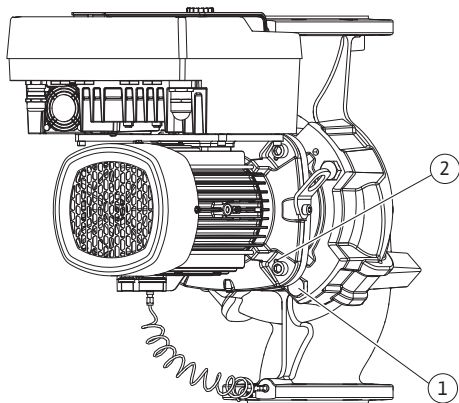

Fig. 104: Wypchnięcie głowicy silnika przez gwintowane otwory (DN 100 ... DN 125)
23. Zdjąć głowicę silnika z korpusu pompy. W tym celu należy wykorzystać dwa gwintowane otwory (patrz Fig. 104, poz. 1).
33. W celu wypchnięcia głowicy silnika z korpusu pompy należy wykorzystać znajdujące się obok dwa otwory gwintowane (Fig. 104, poz. 1) i użyć odpowiednich śrub dostarczonych przez użytkownika (np. M10 x 25 mm).